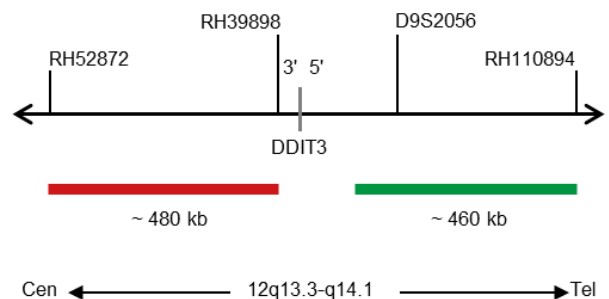

Abb. 1: SPEC DDIT3 Sondenlokalisierung (nicht maßstabsgetreu)
- Digoxigenin-markierten Polynukleotiden ($\sim 0,50$ ng/ μ l), die gegen Sequenzen in 12q13.3-q14.1* (chr12:58,024,366-58,486,511) gerichtet sind, welche distal zur DDIT3-Bruchpunktregion lokalisiert sind (siehe Abb. 1).
- Dinitrophenyl-markierten Polynukleotiden ($\sim 0,75$ ng/ μ l), die gegen Sequenzen in 12q13.3* (chr12:57,386,302-57,865,800) gerichtet sind, welche proximal zur DDIT3-Bruchpunktregion lokalisiert sind (siehe Abb. 1).